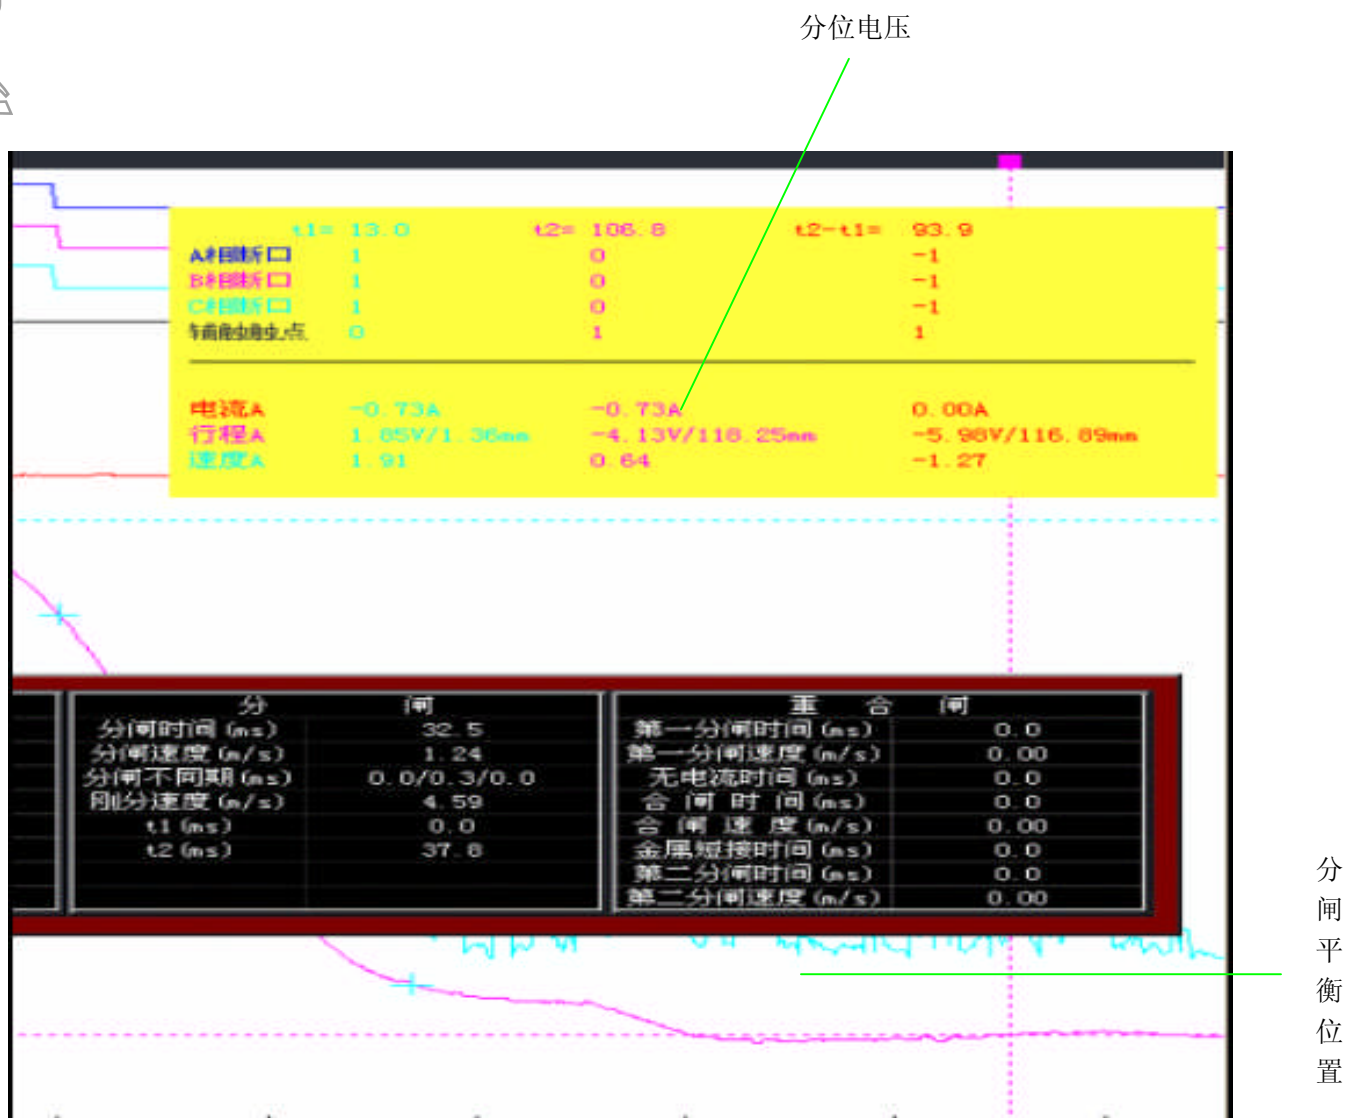

图 7 分闸波形图
- c) 分位电压：根据位移波形用测量线实测的数据，即在蓝色界面上对应测量线放置分闸平衡位置所对应的幅值，如分闸波形图（图 7）所示。